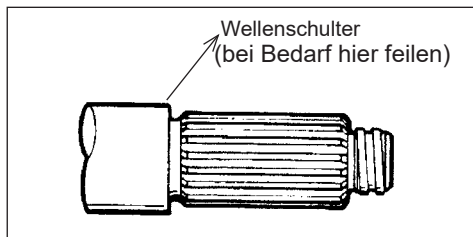

Abbildung 47 - Wellenschulter
3. Falls die Wellenschulter eine scharfe Kante hat, entfernen Sie die Kante mit einer Feile, damit der Wellen-O-Ring bei der Demontage des Dichtungssitzes nicht zerschnitten wird. Siehe Abbildung 47.